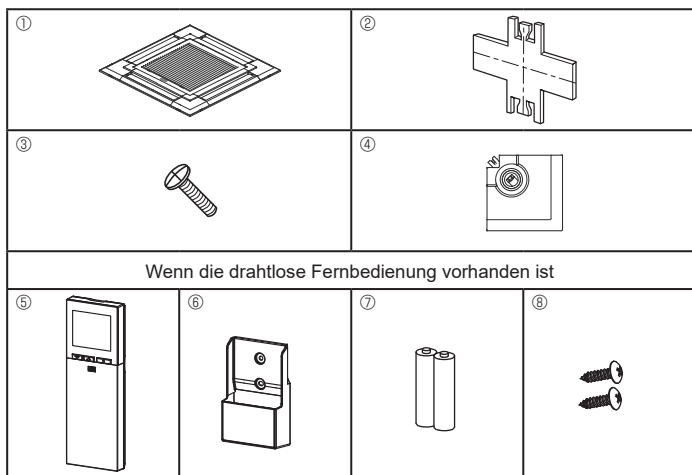

Fig. 7-1
7.1. Überprüfung des Inhalts (Fig. 7-1)